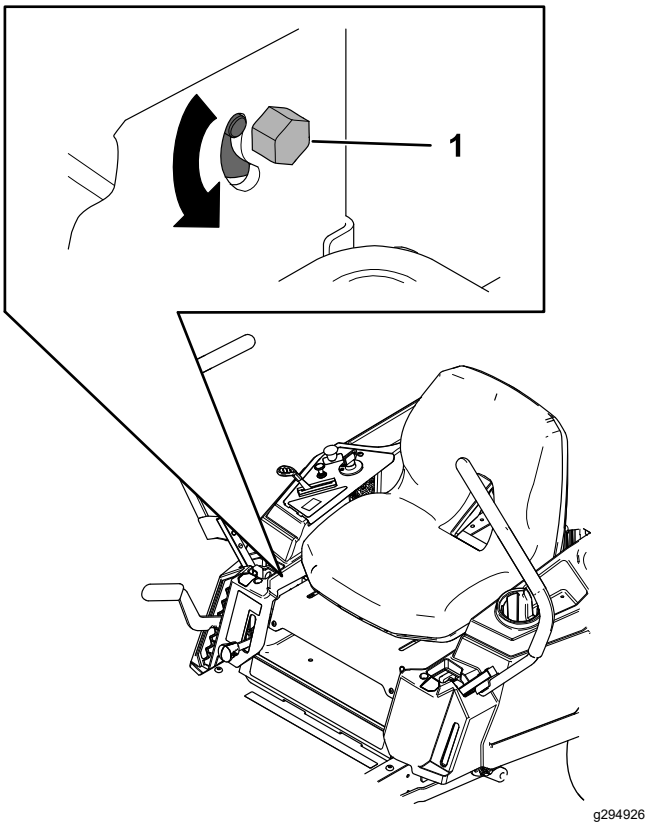

Figura 55
3. Localize o parafuso de ajuste do alinhamento perto da alavanca de controlo de movimento no lado específico que necessita de ajuste (Figura 55).